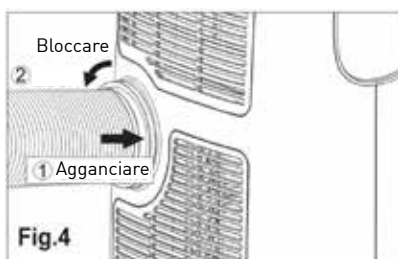

Fig.4
3. Agganciare il tubo flessibile nell'unità (Fig.4).